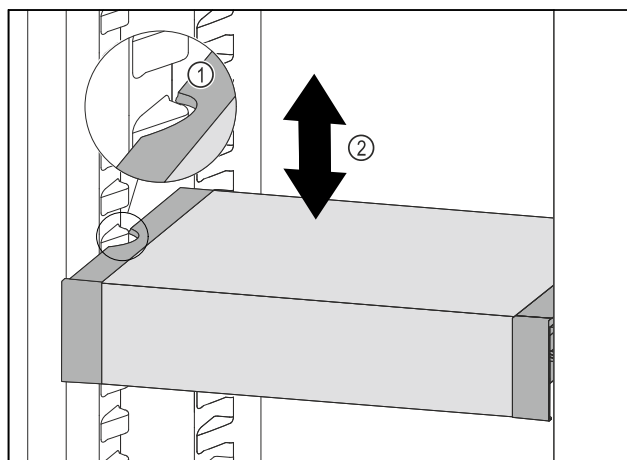

Fig. 87
- VarioSafe vucite prema naprijed sve dok se bočni otvori VarioSafe ladice ne nađu na visini žlijeba spremnika u hladnjaku. Fig. 87 (1)
- Pomičite ladicu VarioSafe u hladnjaku prema gore ili dolje sve dok ne dosegnete željenu visinu. *Fig. 87 (2)*